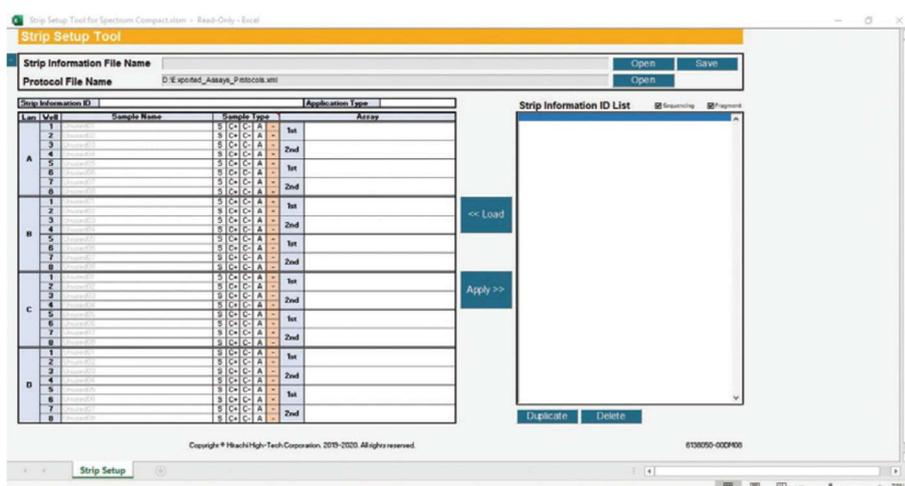

図 243 選択した Protocol File 名の付いた Strip Setup Tool for Spectrum Compact 画面
2. このウィンドウを閉じる場合は、**OK** を選択してください。 protocol .xml のファイル名が Strip Setup Tool for Spectrum Compact の上部に表示されませ。（図 243）